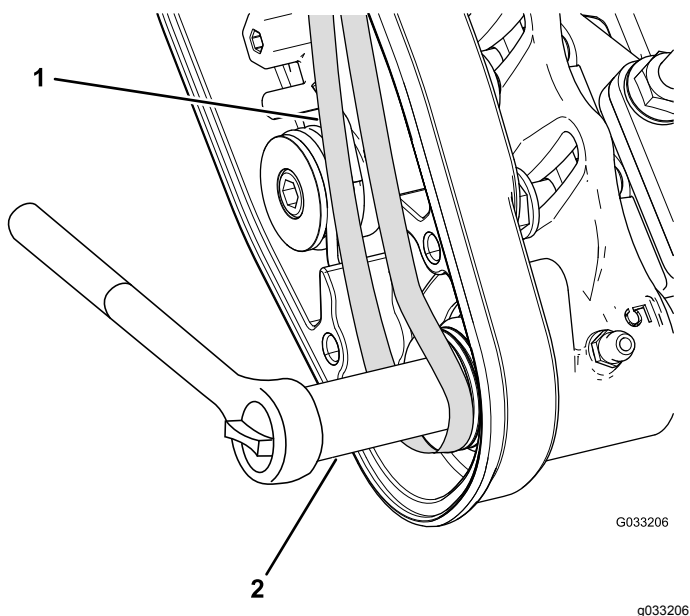

図 27
C. 深穴ソケット9/16"を使って、ブラシアセンブリを回転させながら、ベルトを受動プーリに掛けまわす 図 27。